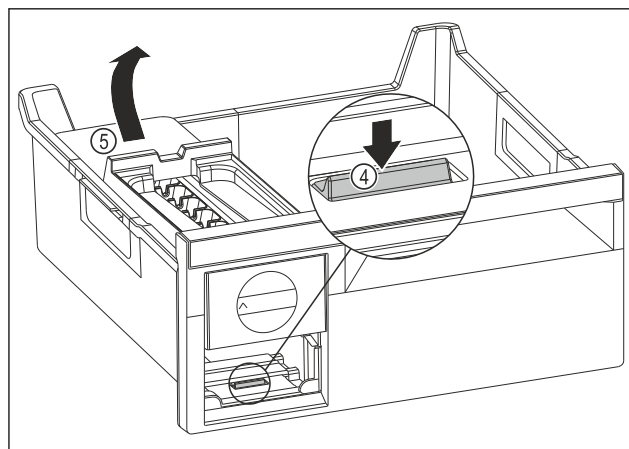

Fig. 172
- ▶ Udtagning af EasyTwist-Ice-legemet: Tryk lasken Fig. 172 (4) ned med fingeren, og løft samtidigt EasyTwist-Ice-legemet Fig. 172 (5) med den anden hånd.